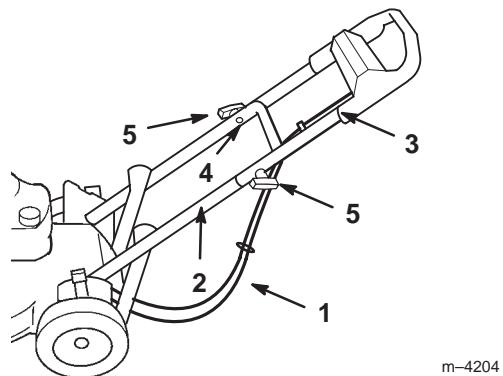

Figure 3
4. Glissez la partie supérieure du mancheron sur la partie inférieure de sorte qu'elles s'adaptent parfaitement (Fig. 3).
5. Les câbles doivent passer sous et derrière la partie inférieure du mancheron, comme indiqué à la Figure 3.
- Fixez la partie supérieure du mancheron à la partie inférieure à l'aide de deux boulons profilés et deux boutons (Fig. 3).